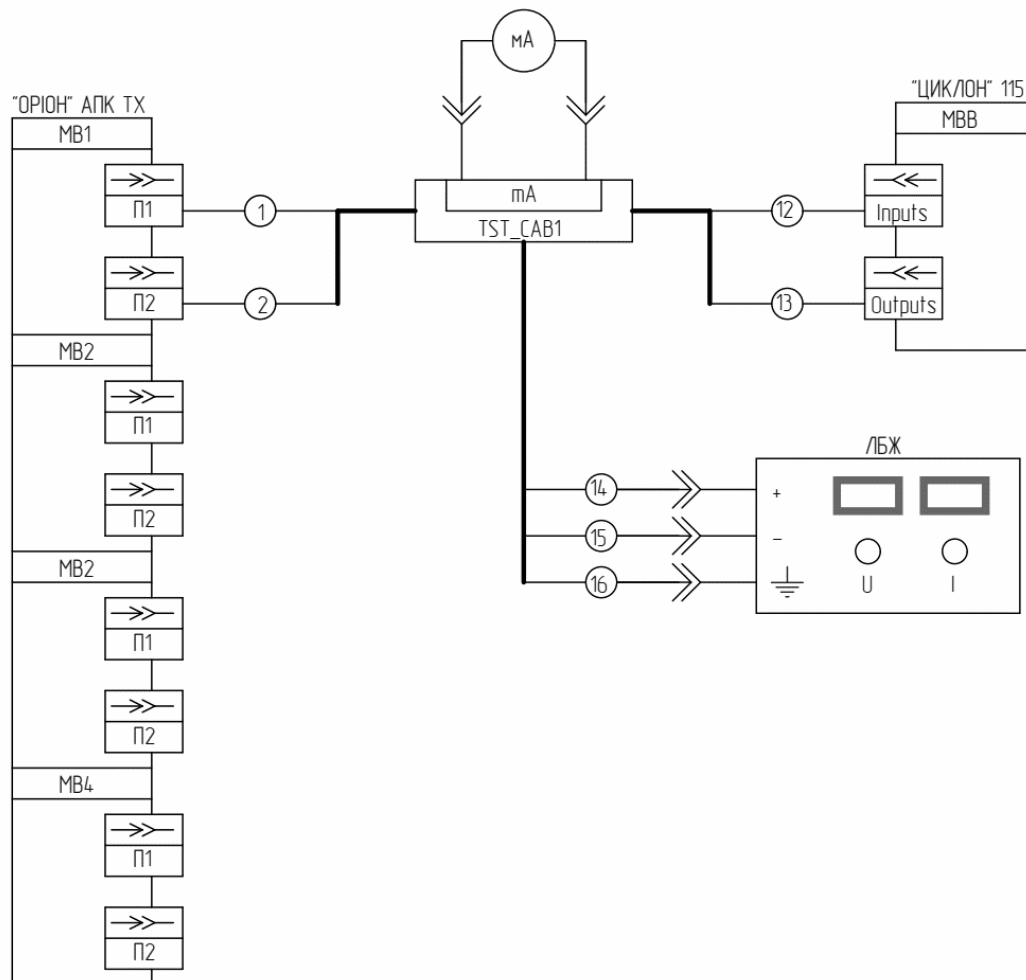

Рисунок 8.10.1 – Схема підключення
- 1) Підключити «ОРИОН» АПК ОІ ТХ до «ЦИКЛОН» 115 і ЛБЖ з допомогою тестового кабеля «TST_CAB1» (див. рисунок 8.10.1);